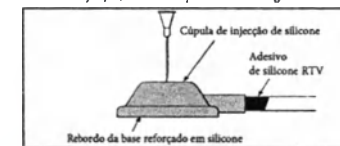

FIGURA 3
- a) Insira uma nova agulha, estéril, de calibre 21 (ou inferior) no local de injeção. Idealmente, a agulha deve entrar perpendicularmente ao topo do local de injeção, conforme apresentado na Figura 3.